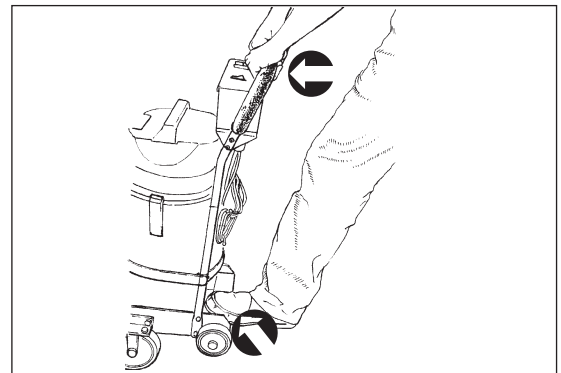

Figura 13
- Capovolgere la macchina premendo la fascetta di ribaltamento con un piede e spingendo contemporaneamente la maniglia verso il basso. Vedere la Figura 13.